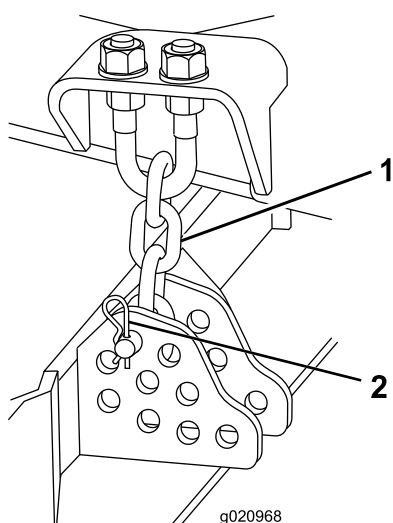

Figura 17
9. Retire el pasador de horquilla y el pasador que fijan las cadenas de ajuste de la altura de corte a la parte trasera de la carcasa de corte (Figura 17).